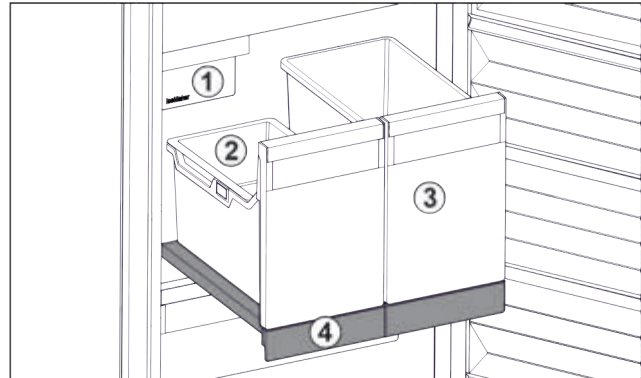

Fig. 88 Витяжна панель IceTower
- (1) IceMaker
- (2) Підвісний лоток для кубиків льоду
- (3) Резервуар наприклад для піци, алкогольних напоїв
- (4) Витяжна панель
На витяжній панелі є два високі резервуари (IceTower). В резервуарі Fig. 88 (2) кубики льоду з IceMaker збираються та зберігаються. Резервуар Fig. 88 (3) придатний для зберігання високих харчових продуктів, таких як піца та алкогольні напої.